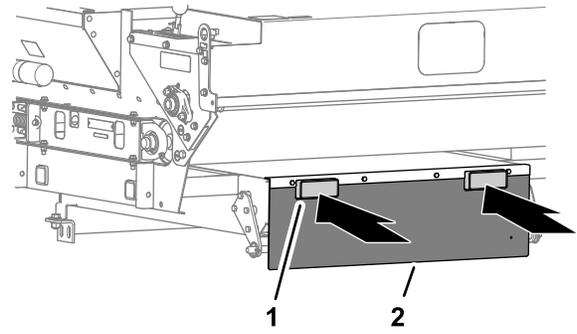

Figura 8
- Se estiver a utilizar um empilhador para elevar o Topdresser, insira os garfos através dos tubos de elevação (Figura 8) na aba traseira.